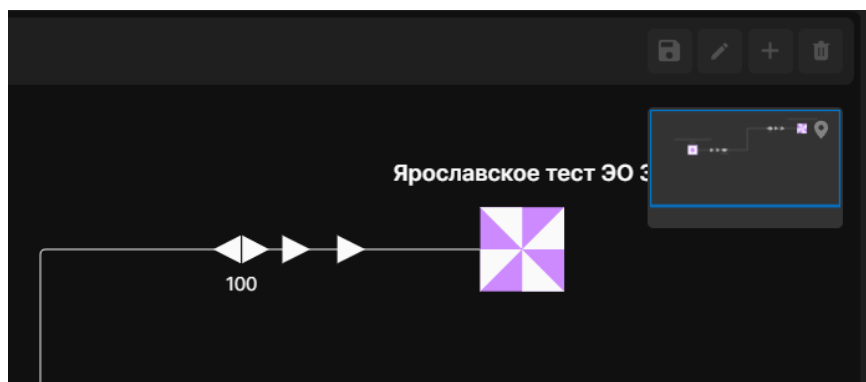

Рисунок 5.83 Отображение мини-карты на форме «Схема».
2. изменение отображаемого участка схемы с помощью «Мини-карты». С помощью движения мыши при зажатой ЛКМ на голубом прямоугольнике мини-карты (Рисунок 5.83). По умолчанию мини – карта находится в свернутом состоянии на форме «Схема»;